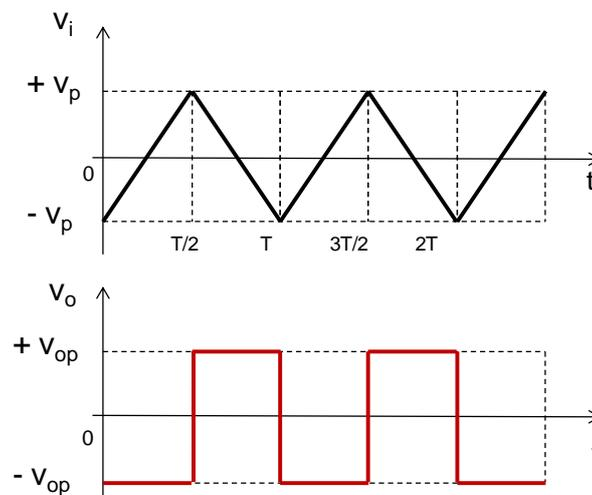

Figura 3.113.
b) O sinal de saída completo do circuito diferenciador é visualizado na Figura 3.113.